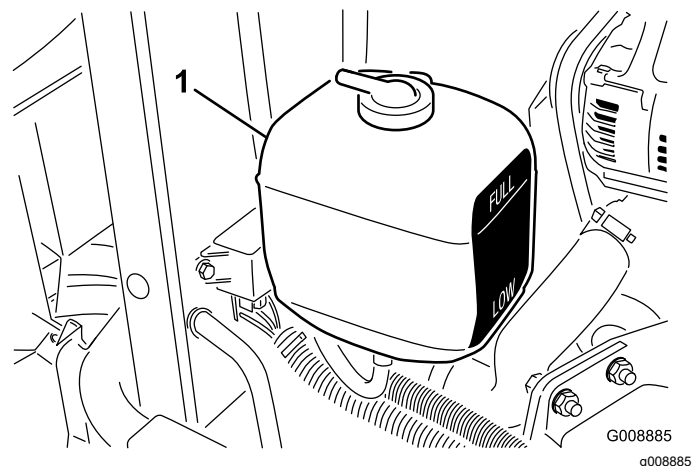

Figure 61
2. Vérifiez le niveau de liquide de refroidissement dans le vase d'expansion (Figure 61). Quand le moteur est froid, le niveau du liquide de refroidissement doit se situer à peu près entre les deux repères qui figurent sur le côté du réservoir.